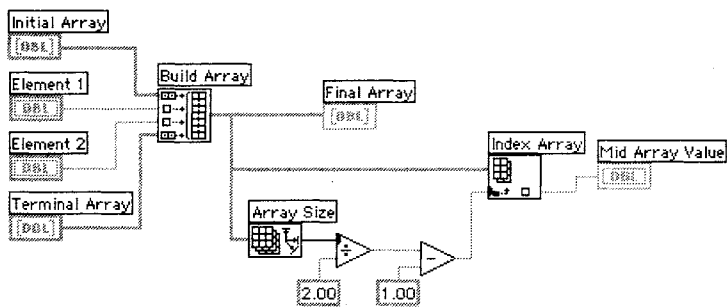

Рис. 7.25
2. Постройте блок-диаграмму, как показано на рис. 7.25. Используйте окно контекстной помощи для нахождения соответствующих терминалов функций.